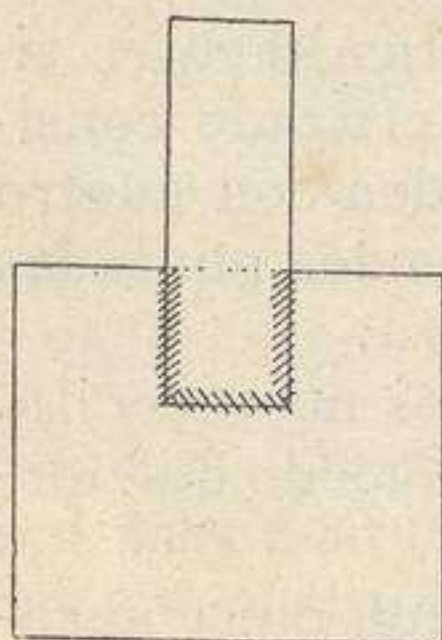

Fig. 13.—Cintas
**Cintas** (fig. 13).—Para pegar una cinta se cose un extremo de ésta á un centímetro del borde de la tela por medio de un punto atrás; después se dobla la cinta sobre sí misma y se pega definitivamente con un punto atrás ó un punto cruzado.